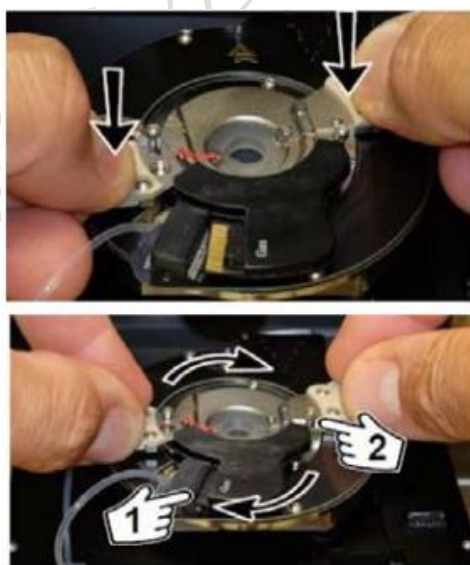

图 6-5
(2) 用专用的镊子将样品放在样品台上, 首先确认样品和 holder 之间有足够的距离, 不要在安装 holder 的过程中撞到探针。如下图 6-5 所示, 将 holder 上的两个孔隙分别对准 Scanner 上两根螺丝, 轻轻向下压 holder, 以压紧 holder 上的橡胶 O 圈, 增强腔体的密闭性, 然后顺时针旋转 holder, 将金色芯片插入槽内。在用螺丝刀分别拧紧两颗螺丝。